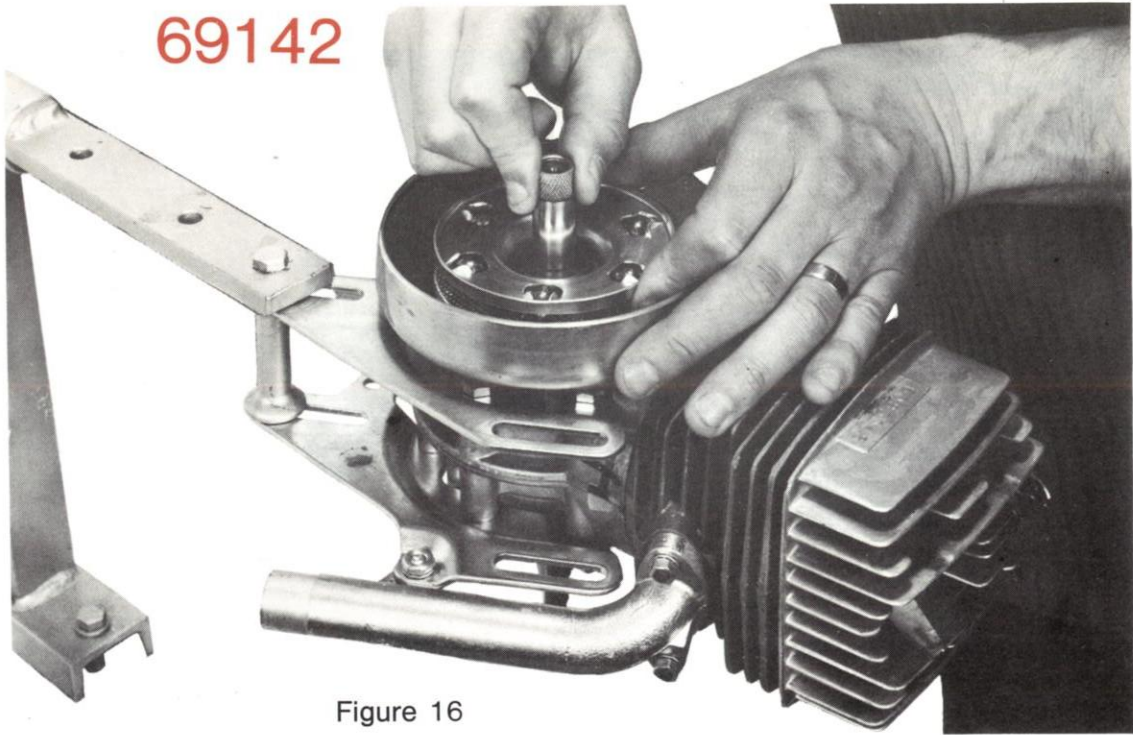

Figure 16
- Rondelle (K)
- Entretoise (I)
- Rondelle (J)
Visser en bout de vilebrequin la douille taraudée 69142, mettre en place la poulie (B) équipée des mâchoires (figure 16).